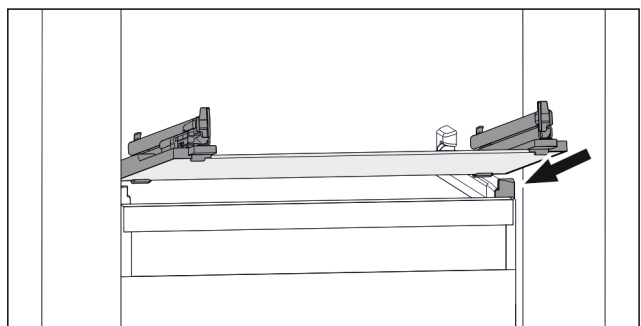

Fig. 73 Примерное отображение стеклянной пластины
- ▶ Наклоняя вниз, установите стеклянную пластину за стопоры. (см. Fig. 73)